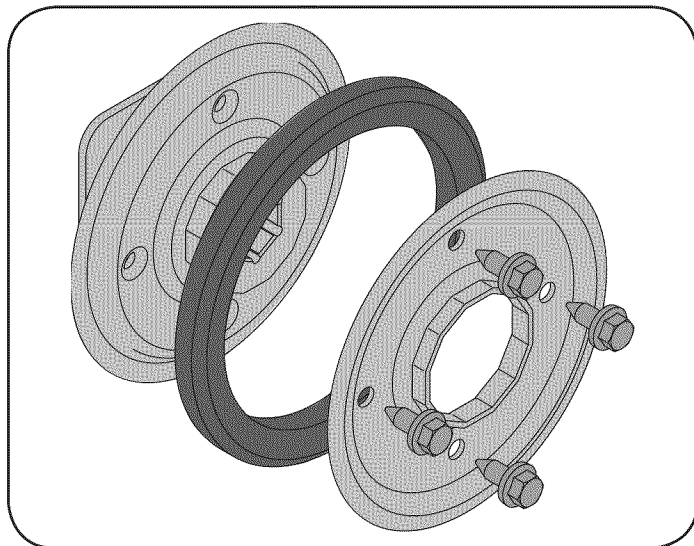

Figura 33
1. Saque los cuatro tornillos que mantienen unidas las placas laterales de la rueda de fricción. Vea la figura 33.